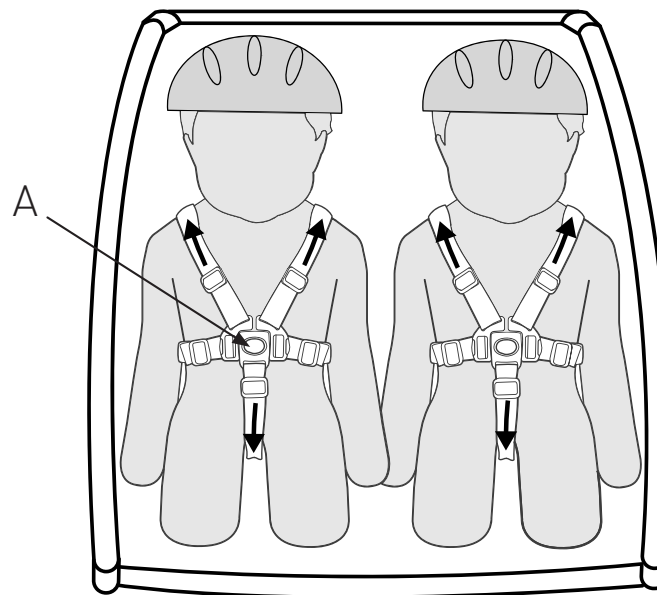

Abbildung 21
1. Vor dem Ein- oder Aussteigen Ihres Kindes die Feststellbremse ziehen. Nach dem Einsteigen angurten und den Gurt entsprechend einstellen. Die Schulter- und Beckengurte im 5-Punkt-Gurtsystem einrasten lassen und so einstellen, dass sie fest sitzen (Abbildung 21). Straffen und den Beckengurt bzw. die Beckengurte entsprechend festziehen, sodass das Kind abgesichert ist.